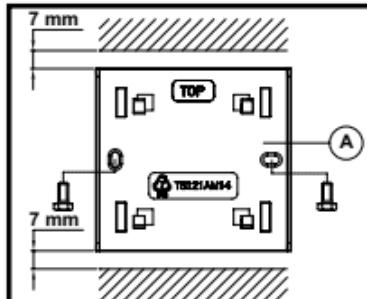
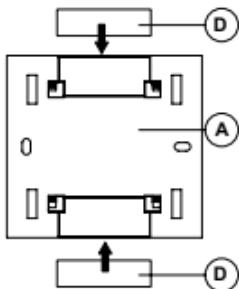

Fig. 3.
Fig. 4.
1. Za pomocą dostarczonych wkrętów zamocuj płytę ustalającą A (rys. 3) do wyjścia wpuszczanego albo bezpośrednio do ściany, korzystając z wkrętów i kołków. Oznaczenie „TOP” (GÓRA) powinno być widoczne na górnym końcu płytki ustalającej. Płytkę ustalającą A (rys. 4) można też przykleić do gładkiej/płaskiej powierzchni (nie metalowej) za pomocą pasków samoprzylepnych (D).